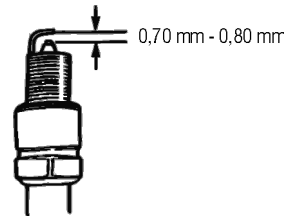

Fig. 14 – Folga da vela
- Para um correto funcionamento, a folga da vela deve estar entre 0,7 mm e 0,8 mm (Fig. 14).